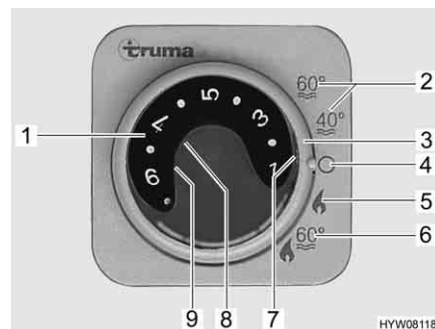

Fig. 127 Unité de commande pour chauffage/chauffe-eau
- Régler le mode de fonctionnement à l'aide de l'interrupteur tournant (Fig. 127,3).
Le chauffage règle le degré d'allumage automatiquement en fonction de la température ambiante requise. Une fois que la température ambiante désirée est atteinte, le brûleur s'éteint. En mode "Chauffage et chauffe-eau" (Fig. 127,6) l'eau est également chauffée dans le chauffe-eau. Il est possible de faire fonctionner le chauffage en mode "Chauffage sans chauffe-eau" (Fig. 127,5) et le chauffe-eau vide.
- Régler le bouton tournant de température (Fig. 127,1) de l'unité de commande sur la température de chauffage désirée.
- Régler l'interrupteur tournant (Fig. 127,3) en régime hiver "Chauffage sans chauffe-eau" (Fig. 127,5) ou en régime hiver "Chauffage et chauffe-eau" (Fig. 127,6).
Le voyant de contrôle vert (Fig. 127,7) s'allume.
- Régler l'interrupteur tournant (Fig. 127,3) sur "O" (Fig. 127,4).
La combinaison régime au gaz et régime électrique 230 V permet de raccourcir la période de chauffage du véhicule (uniquement possible lorsque le chauffage sur l'unité de commande (Fig. 127) est réglé sur régime hiver).